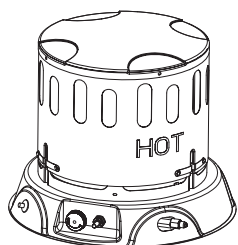

Figure 1
1. Appareil tel que reçu à la sortie de l'emballage. Avant de soulever la coque extérieure, protégez-vous les mains. Ne saisissez jamais le métal nu sans vous protéger les mains. (Voir Figure 1)